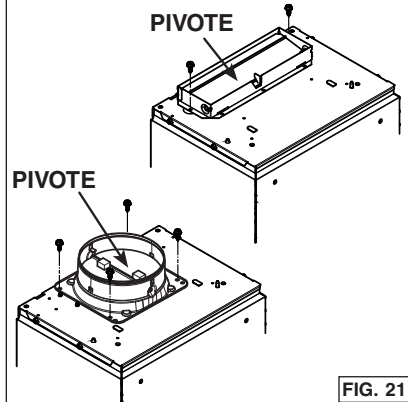

FIG. 21
10. Para un conducto rectangular, use 2 tornillos para metales no. 8-18 x 1/4 pulg. (incluidos) para fijar el adaptador/compuerta de 3/4 pulg. x 10 pulg. (incluido) en la parte superior del aparato, sobre el orificio de salida del ventilador (FIG. 21).
Para un conducto redondo, use 4 tornillos para metales no. 8-18 x 1/4 pulg. (incluidos) para fijar el adaptador/compuerta de 6 pulg. redondo (incluido) (o 8 pulg., PM600SSV solamente) en la parte superior del aparato, sobre el orificio de salida del ventilador (FIG. 21, 6 pulg. redondo ilustrado).